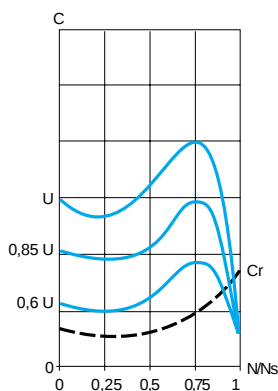

图2
■ 图 2 给出了鼠笼式电机与电源电压相关的转矩 / 速度特性。在固定频率转矩近似随电压的平方值变化。逐渐升高电压可以防止上电同时的电流峰值。